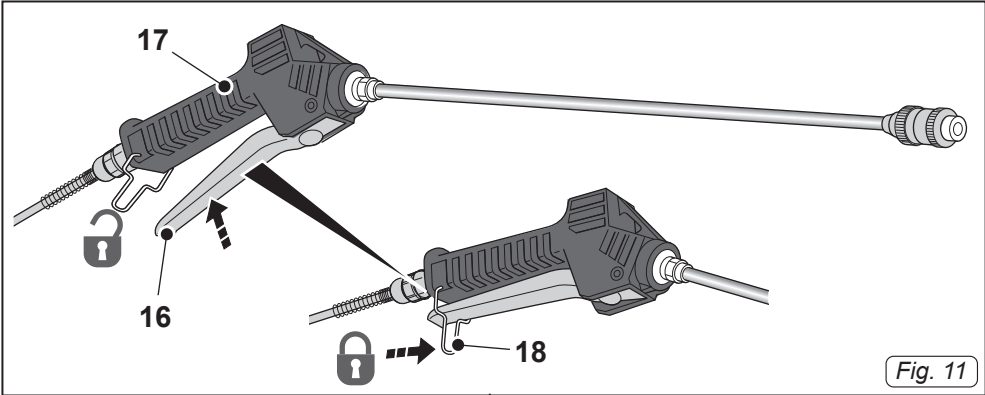

Fig. 11
- Premere la leva (16 Fig. 11) della lancia erogatore (17 Fig. 11) e iniziare l'operazione di sanificazione delle superfici.